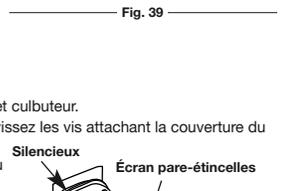

Fig. 40
2. Avec un tournevis plat ou une douille Torx T-20 et T-25, dévissez les vis attachant la couverture du pare-étincelles au pot d'échappement (Fig. 40).